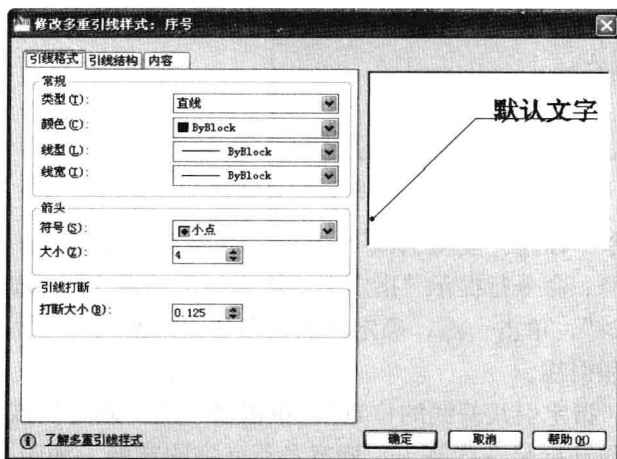

图 7-5-6
(1) 选择菜单命令“格式/多重引线样式”,打开“多重引线样式管理器”对话框,单击“新建”按钮,在打开的“创建多重引线样式”对话框中输入新样式名“序号”,单击“继续”按钮。
(2) 打开“修改多重引线样式”对话框,单击“引线格式”选项卡,“类型”选择“直线”,箭头“符号”选择“小点”,大小为 4,如图 7-5-6 所示。